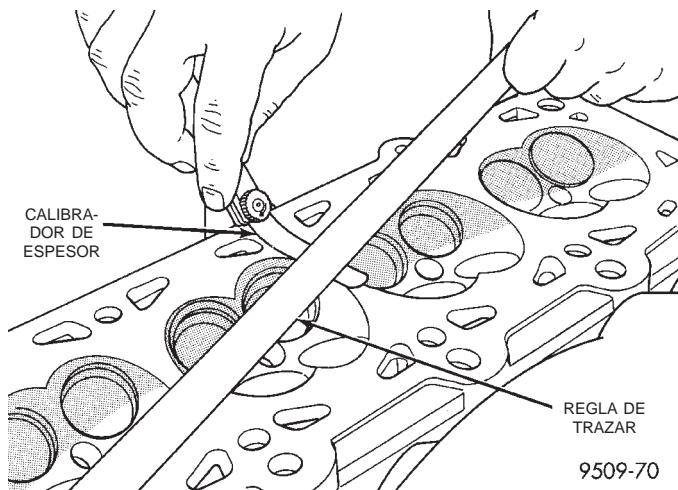

Fig. 31 Verificación de la planeidad de la culata de cilindros
(12) Retire el tubo múltiple de admisión **UNICAMENTE SOHC**. El procedimiento de desmontaje se detalla en el Grupo 11.
(13) Retire la correa de distribución y la rueda dentada del árbol de levas. Consulte el procedimiento que se describe en esta sección.
(14) Retire los conjuntos de eje de balancín.
(15) Retire los pernos de la culata de cilindros.
**NOTA: Inspeccione si existen rayas en los gorrones de cojinete de árbol de levas. La culata de cilindros debe estar plana dentro de un margen de 0,1 mm (0,004 pulg.) (Fig. 31).**